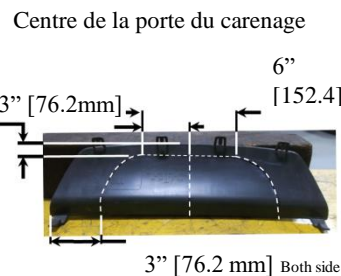

Figure 4. Découpage facultatif du carénage pour les modèles Equinox 2016 et plus récents.
7. Replacer la porte du carénage sur les modèles Equinox 2005 à 2015. Pour les modèles 2016 et plus récents, voir le découpage facultatif de la Figure 4. (Obtenir la permission du propriétaire avant le découpage.)